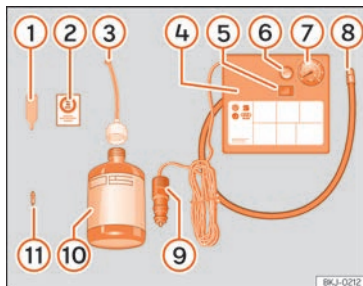

Abb. 258 Prinzipdarstellung: Bestandteile des Pannensets
Das Pannenset befindet sich im Gepäckraum unter dem Bodenbelag. Es besteht aus folgenden Bestandteilen »» (Abb. 258):
- Ventilkappe und Ventileinsatz vom Reifenventil abschrauben. Verwenden Sie den Ventileinsatzdreher »» (Abb. 258) ① zum Heraus-schrauben des Ventileinsatzes. Legen Sie den Ventileinsatz auf einem sauberen Untergrund ab.
- Reifenfüllflasche kräftig schütteln »» (Abb. 258) ⑩.
- Einfüllschlauch »» (Abb. 258) ③ auf die Reifenfüllflasche schrauben. Die Folie am Verschluss wird automatisch durchstoßen.
- Verschlussstopfen vom Einfüllschlauch »» (Abb. 258) ③ entfernen und das offene Schlauchende auf das Reifenventil schrauben.
- Ventileinsatz mit dem Ventileinsatzdreher »» (Abb. 258) ① wieder in das Reifenventil schrauben.
- Reifenfüllschlauch »» (Abb. 258) ⑧ des Luftkompressors fest auf das Reifenventil schrauben.
- Prüfen, ob die Luftablassschraube »» (Abb. 258) ⑥ zuge dreht ist.
- Kabelstecker »» (Abb. 258) ⑨ in eine 12-Volt-Steckdose des Fahrzeugs stecken »» S. 255.
- Luftkompressor mit dem EIN-/AUS-Schalter »» (Abb. 258) ⑤ einschalten.
- Kleben Sie den Aufkleber »» (Abb. 258) ② im Sichtfeld des Fahrers auf das Kombi-Instrument.
»» (Abb. 258) ⑧ wieder an und lesen Sie den Reifenfülldruck an der Reifenfülldruckanzeige ⑦ ab.